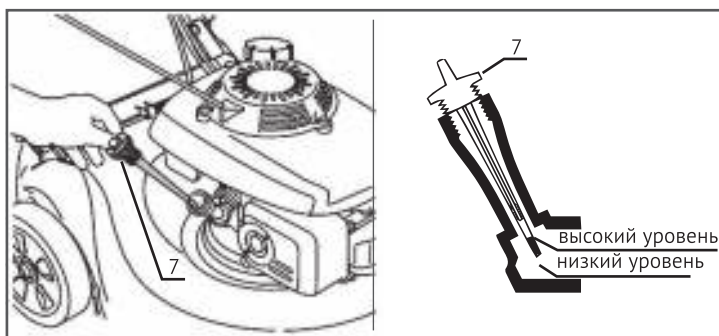

Рис.7
- залейте масло в соответствии с инструкцией на странице 12 (рис. 7)